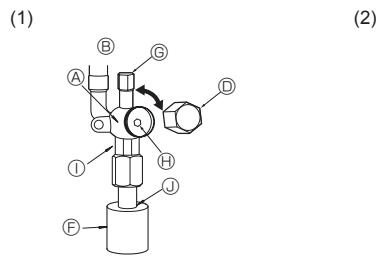
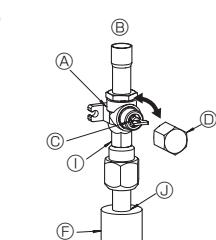

Fig. 4-6
Fig. 4-7
- (1) Stopventilens væskeside (Fig. 4-6)
- ① Fjern dækslet, og drej ventilsindlen mod uret så langt som muligt vha. en 4 mm sekskantet skruenøgle. Stop med at dreje, når den nær stopperen. (ca. 10 omgang)
- ② Kontroller, at stopventilen er helt åben og drej hætten tilbage til den oprindelige position.
- (2) Stopventilens gasside (Fig. 4-7)
- ① Fjern hætten, træk håndtaget mod dig selv, og drej 1/4 omgang mod uret for at åbne.
- ② Kontroller, at stopventilen er helt åben, tryk håndtaget ind, og skru hætten på igen.